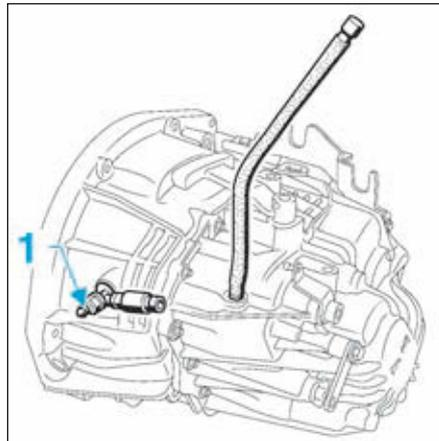

FIG.5
- Raccorder un tuyau transparent sur la vis de purge (1) de la butée hydraulique relié à bac de récupération placé au dessus de la vis de purge (Fig.5).